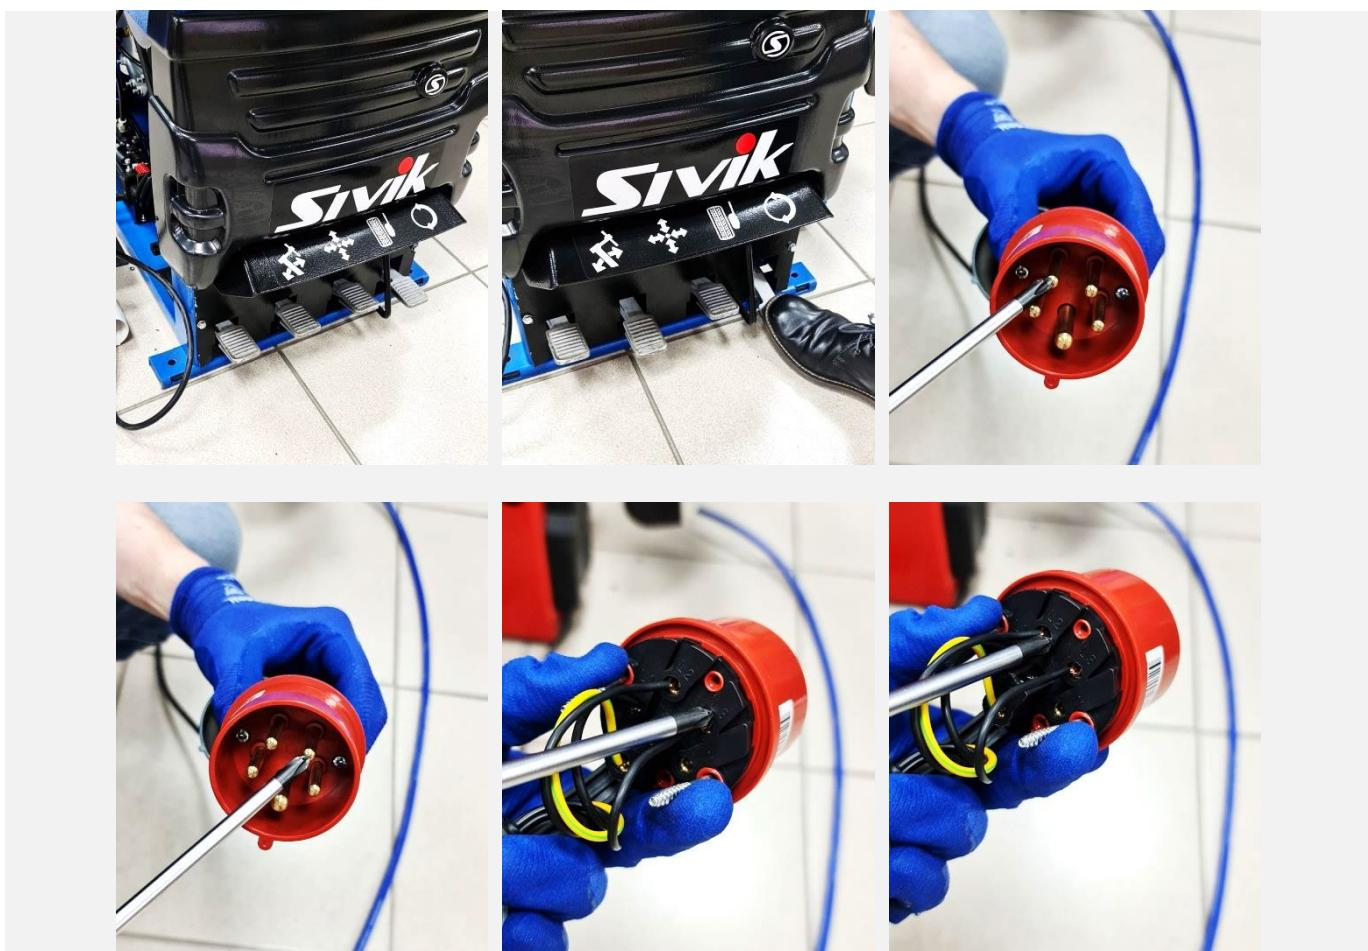

Рисунок 41
**8.2** Нажать педаль вращения мотора и убедиться, что поворотный стол машины вращается по часовой стрелке. Если поворотный стол вращается в обратную сторону, то необходимо поменять местами два любых фазных провода в электрической вилке (см. Рисунок 41).